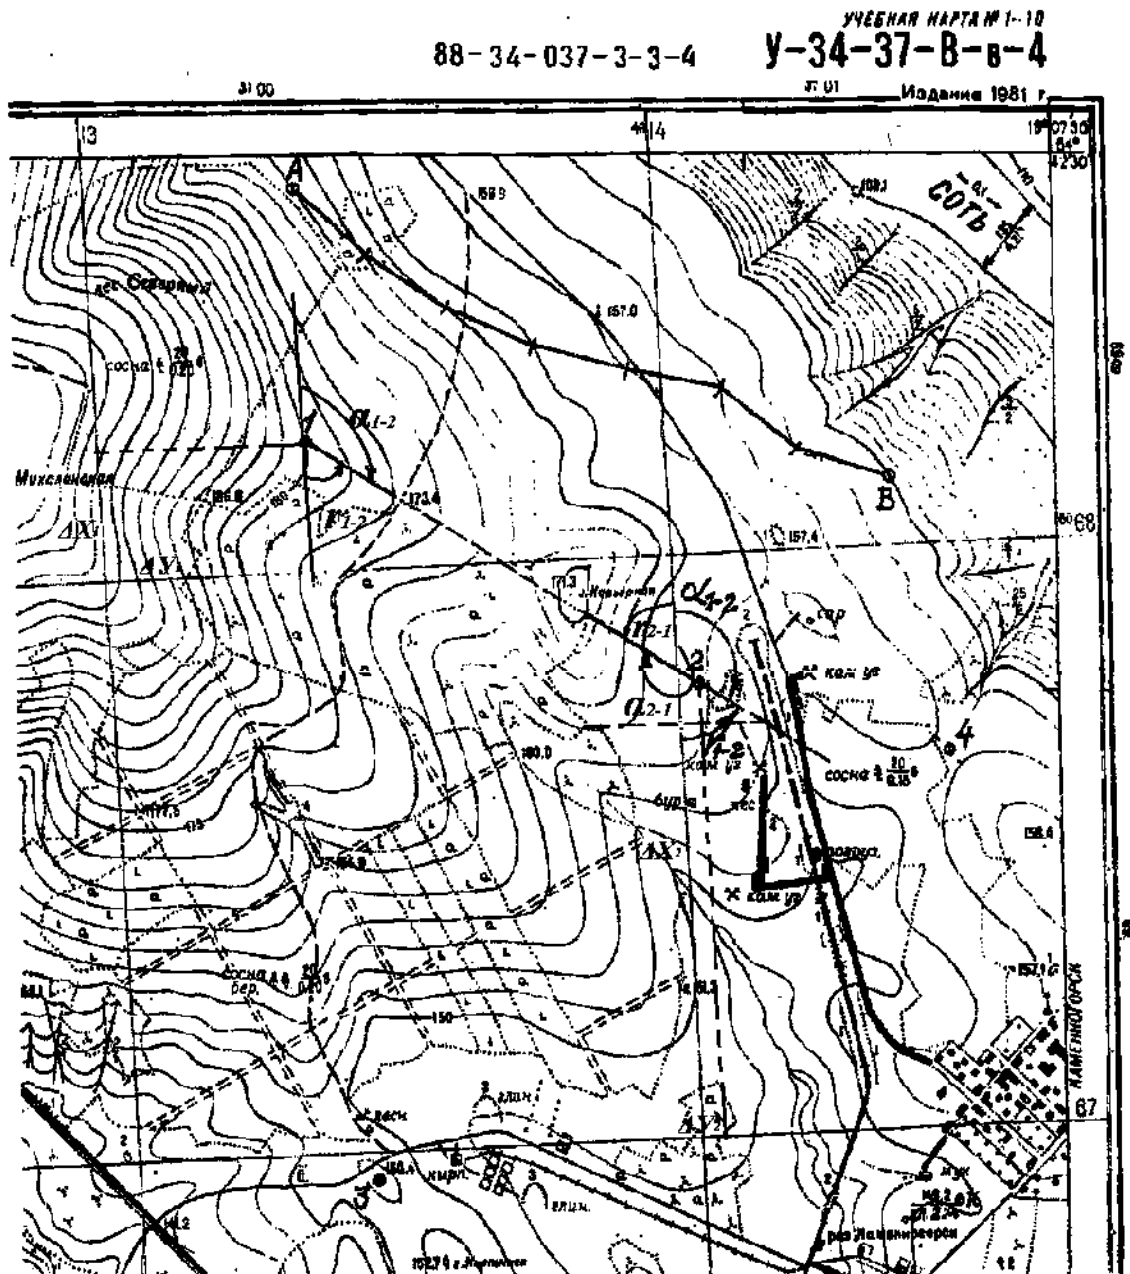

Рис. 6. Решение задач на топографической карте
5.С помощью поперечного масштаба определите в метрах расстояние S_{1-2} между точками 1 и 2 на карте (рис. 6). В нашем примере оно равняется 448 м (рис. 6).
6.Определите дирекционный угол и румб направления 1-2 и 2-1. Дирекционный угол α_{1-2} (рис. 6) измерьте с помощью транспортира (у нас $\alpha_{1-2} = 124^\circ 30'$). Вычислите румб $r_{1-2} = 180^\circ - 124^\circ 30' = 55^\circ 30'$, название которого ЮВ. Вычислите дирекционный угол $\alpha_{2-1} = \alpha_{1-2} + 180^\circ$ и румб r_{2-1} (в нашем примере $\alpha_{2-1} = 304^\circ 30'$, $r_{2-1} = 360^\circ - 304^\circ 30' = 55^\circ 30'$ название румба СЗ).
ность отметок горизонталей, $\sum d$ - количество заложений между этими горизонталями (рис. 6).
8. Определите отметки точек 1, 2, А, В на карте. На рис.6 точка 1 лежит на горизонтали 180 м, поэтому ее отметка равняется $H_1=180$ м. Точка 2 расположена между горизонталями 157,5 и 160 м. В этом случае ее отметка находится путем интерполирования – $H_2=157,9$ м. От-